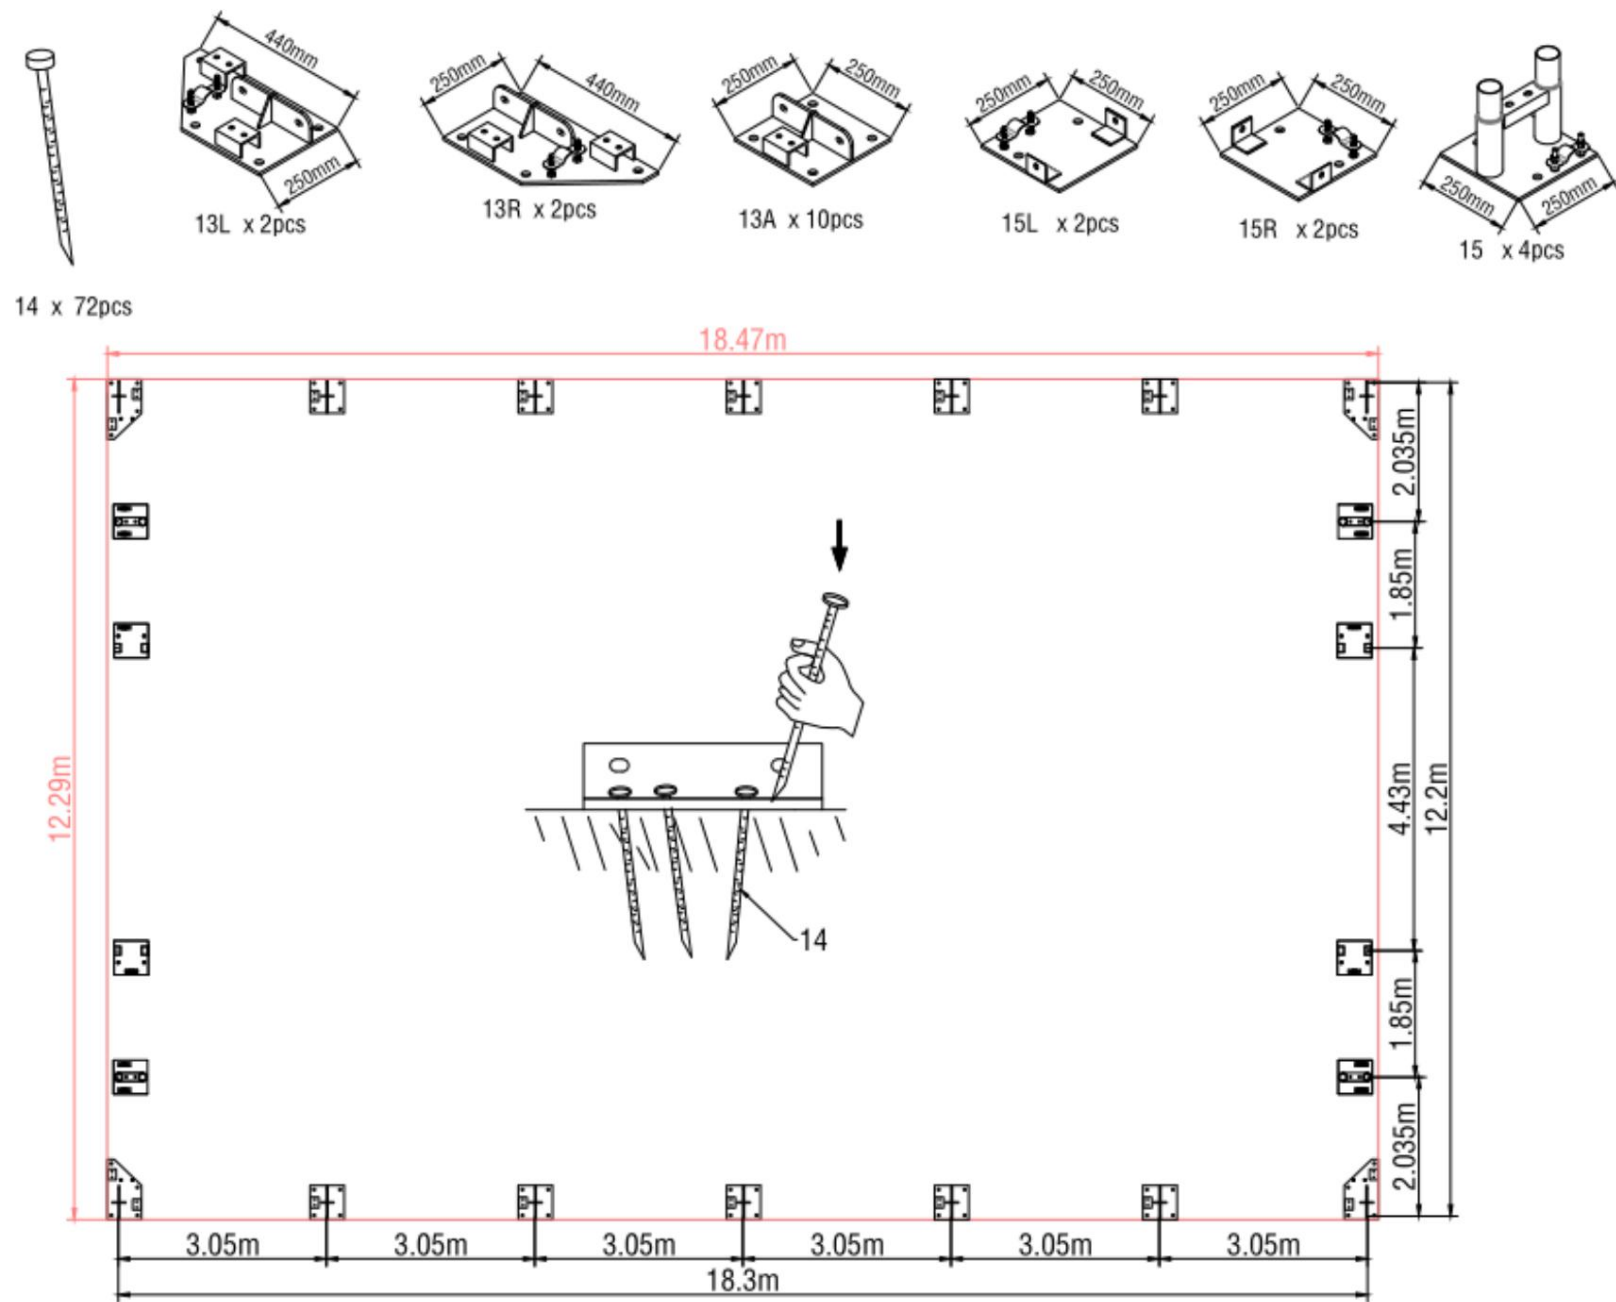

Figure 1
2. Veuillez vous référer au schéma (Figure 1) pour placer les plaques de base.
3. Comme le montre la figure 1, chaque plaque de base est équipée de 4 piquets (n° 14) ou de vis d'expansion